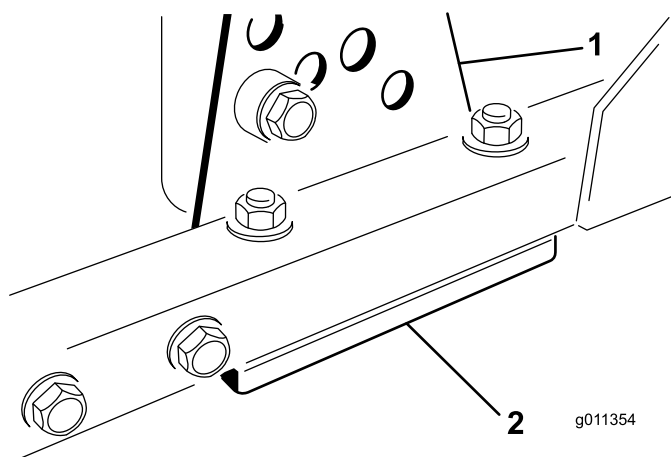

Bild 67
1. Entfernen Sie die Schnitthöhen-Einstellhalterung (vorne, links oder rechts) vom Mähwerkrahmen (Bild 67).
2. Führen Sie 1,5-mm- und/oder 0,7-mm-Beilagscheiben zwischen dem Mähwerkrahmen und der Halterung ein, um die gewünschte Schnitthöhe zu erhalten (Bild 67).